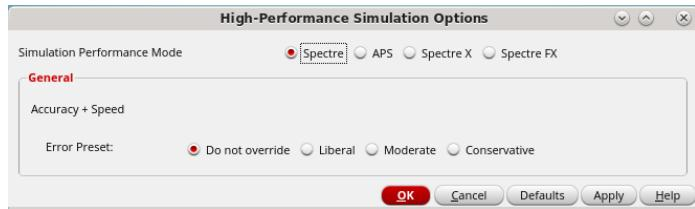

图 103 高性能仿真设置
- 鼠标左键单击在图 44 中黄框部分的 Setup -> High-Performance Simulation，弹出如图 103 所示的对话框。